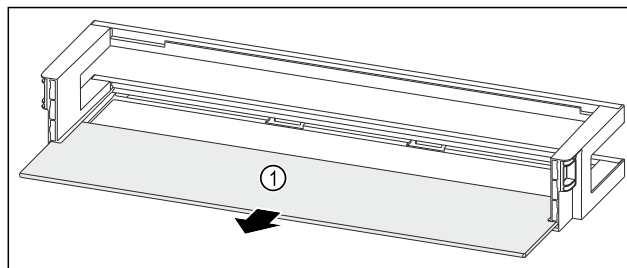

Fig. 179 Balconnet de contre-porte avec tablette de rangement
- Retirer la tablette de rangement Fig. 179 (1).